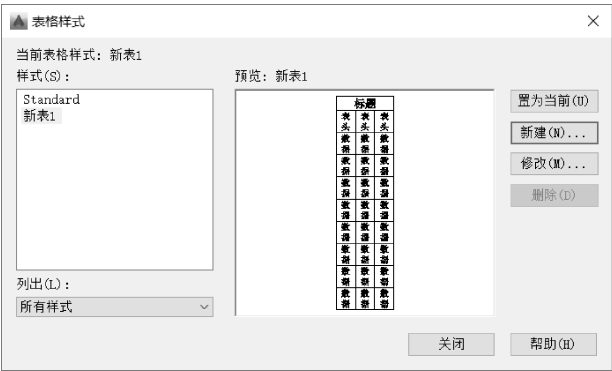

图 7-27 “表格样式”对话框
5) 选择“格式”→“表格样式”命令，打开“表格样式”对话框，在“样式”文本框中显示“新表1”样式名，如图7-27所示。